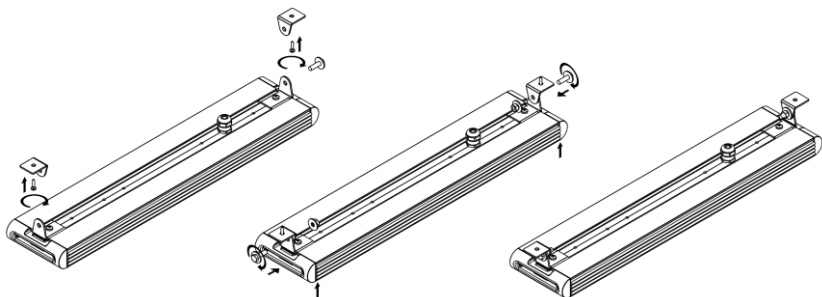

Рисунок 13 — Установка светильника при помощи крепления Уголок для накладного монтажа.
5.11.4. Закрепите ответную часть крепления на монтируемой поверхности (см. рисунок 13).